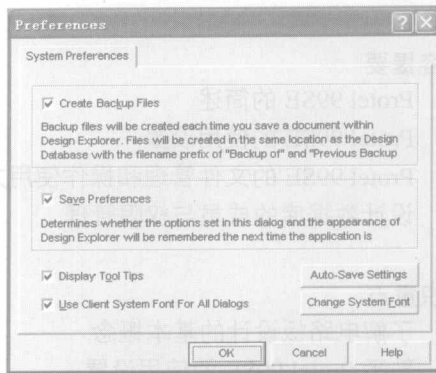

图 1-3 系统修改字体后的对话框
(4) 重复步骤 (1) 操作，用户会看到以上操作得到的效果，如图 1-3 所示。此时每个按钮上的文字都可以完全显示出来。
- (1) 单击“Design Explorer”窗口左上角的  按钮,在下拉菜单中执行【Preferences...】命令。
- (2) 系统弹出系统参数对话框,如图 1-3 所示,在该对话框中单击  按钮。